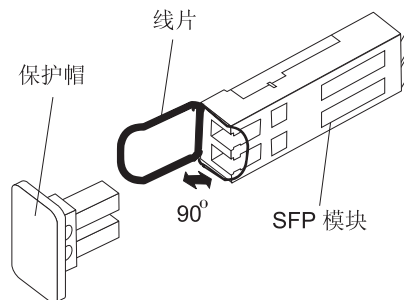

图 17. 松开塑料类 SFP 模块滑锁
- 如第 33 页的图 17 中所示，对包含塑料卡口的 SFP 模块，从 10° 方向向外拉动塑料卡口，以松开 SFP 模块滑锁。